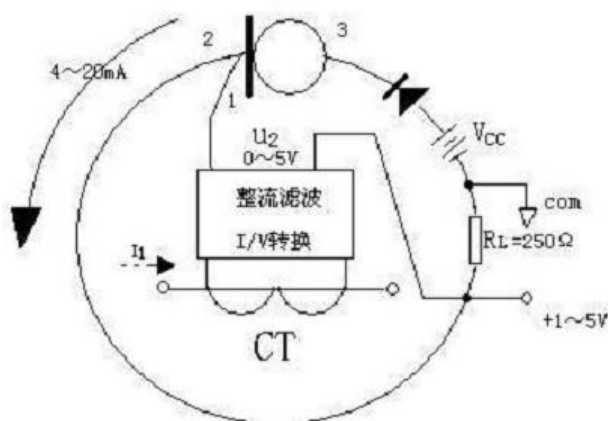

图 1. 压控电流环路
DH4~20mA 模拟串口模块是是中科方舟公司采用意法半导体 (ST) ASIC 芯片为实现无源交流隔离传感器 (互感原理) 的二线制电流遥测技术手段而定型生产的单片模块产品。无源交流隔离传感器输入的电流信号经整流滤波和 I/V 转换后输出一个随 I_1 线性变化的直流电压信号 U_2 , U_2 作为浮地压控信号控制该模块输出 4~20mA 的电流环路 (如图 1 所示)。